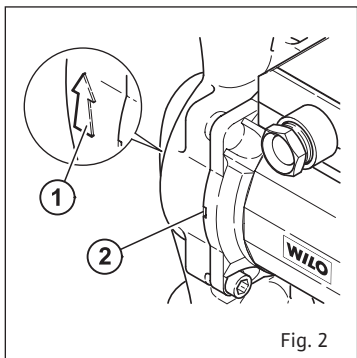

Fig. 2
- Riktningspilen på pumphuset visar flödesriktningen (bild 2, pos. 1).
Kondensvattenhålen på motorflänsen måste vara öppna (bild 2, pos. 2).
- Med hänsyn till droppvattenskyddet och tätningshylsans dragavlastning ska en anslutningsledning med tillräcklig ytterdiameter användas (t.ex. H 05 VV-F 3 (4) G 1,5).